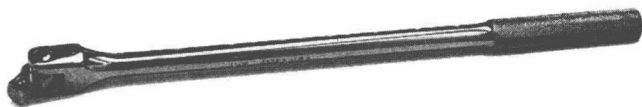

图 1-2-16 旋转手柄
(1) 认识 旋转手柄也称摇头手柄或扳杆，如图 1-2-16 所示。